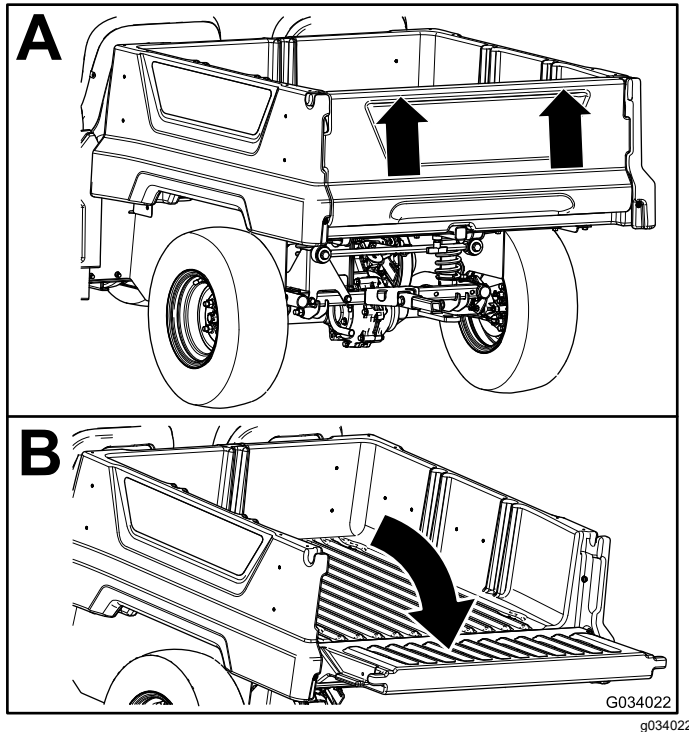

Figura 23
2. Usando ambas as mãos, eleve a porta traseira usando a aresta próxima do topo da porta traseira (Figura 23).
3. Desça a porta traseira até que esteja em contato com a plataforma de carga (Figura 23).